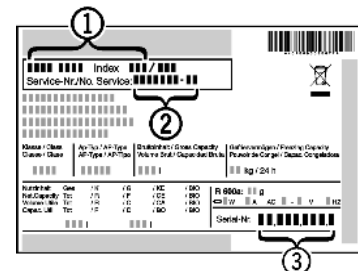

Fig. 23
- ▶ Gerätebezeichnung Fig. 23 (1), Service-Nr. Fig. 23 (2) und Serial-Nr. Fig. 23 (3) vom Typenschild ablesen. Das Typenschild befindet sich an der linken Geräteinnenseite.
- ▶ Den Kundendienst benachrichtigen und den Fehler, Gerätebezeichnung Fig. 23 (1), Service-Nr. Fig. 23 (2) und Serial-Nr. Fig. 23 (3) mitteilen.